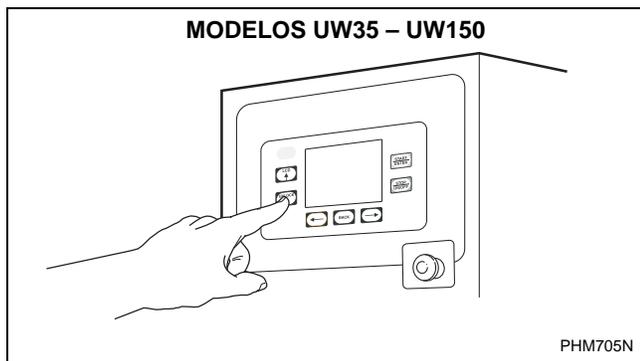

Figura 8
2. En los modelos 35 – 150. Pulse el botón de desbloqueo de la puerta ubicado en la parte delantera inferior izquierda del control. Consulte la *Figura 8*.
A medida que avanza el ciclo, la pantalla mostrará un resumen del ciclo que se está ejecutando. Consulte la *Figura 8*.